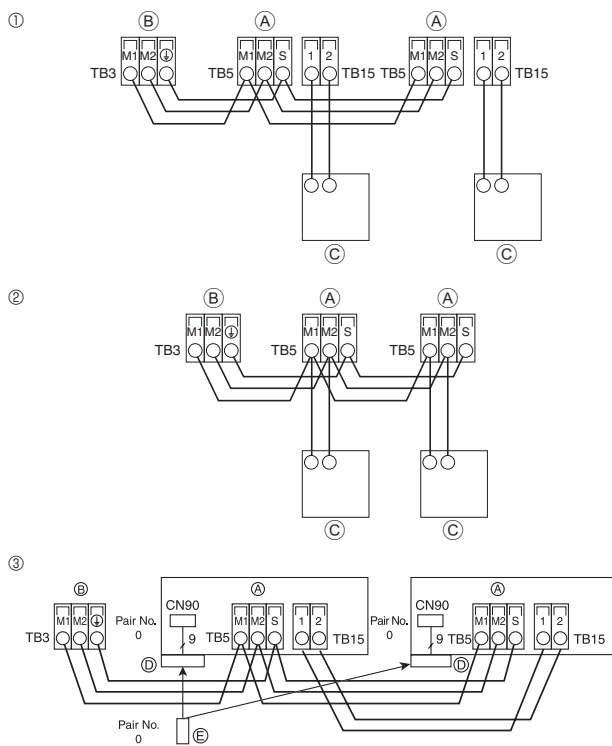

Рис. 6-3
6.4. Подсоединение пульта дистанционного управления, кабелей передачи внутри и снаружи (Рис. 6-3)